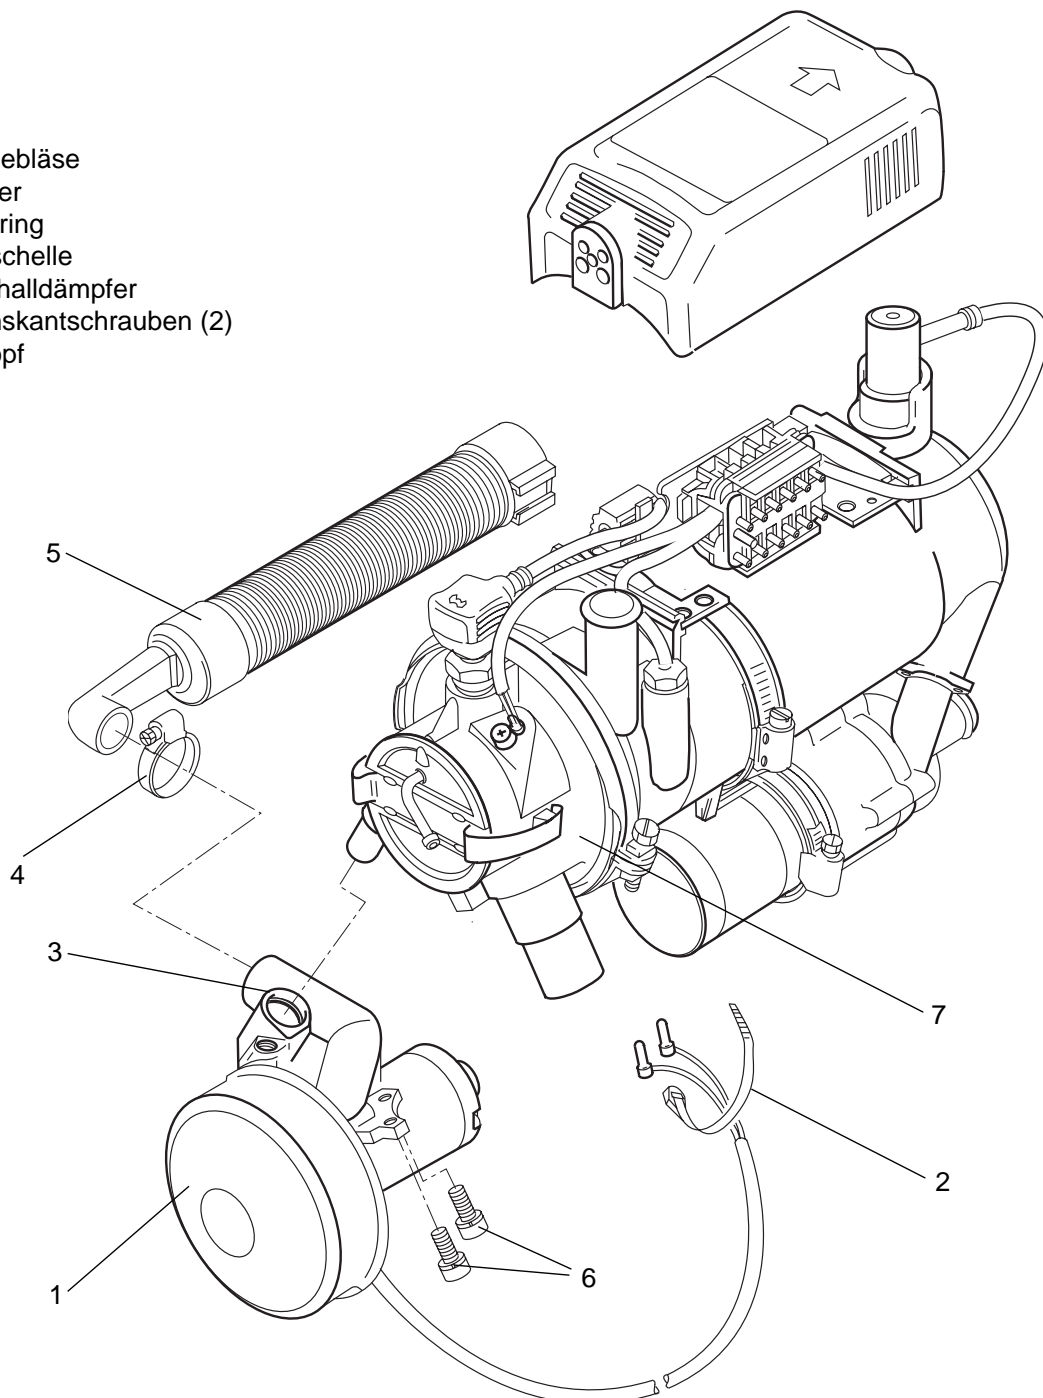

Abb. 904 Wechsel des Brennluftgebläses
3. Schlauchschelle (4, Abb. 904) am Ansaugschalldämpfer (5) lösen.
4. Innensechskantschrauben (6) lösen.
5. Brennluftgebläse (1) aus dem Ansaugschalldämpfer (5) und Brennerkopf (7) herausziehen entfernen.
1. Brennluftgebläse (1, Abb. 904) in Zusammenbaulage bringen und in den Ansaugschalldämpfer (5) und Brennerkopf (7) schieben.
2. Innensechskantschrauben (6) in den Brennerkopf schrauben und mit 4,5 Nm anziehen.
3. Schlauchschelle (4) am Ansaugschalldämpfer (5) festziehen.
5. Kabel mit Kabelbinder (2) sichern.